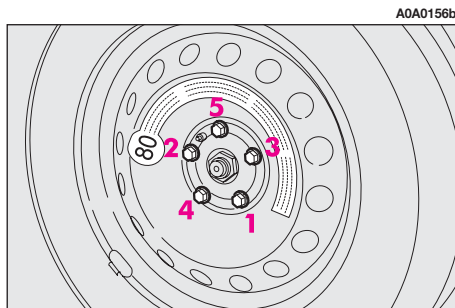

fig. 8
— En se servant de la clé fournie, visser à fond les boulons, suivant l'ordre illustré sur la **fig. 8**.
– En se servant de la clé fournie, visser à fond les boulons, suivant l'ordre représenté précédemment pour la roue compacte **fig. 8**.